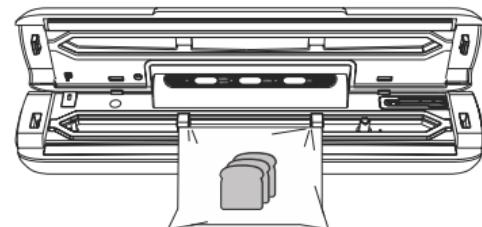
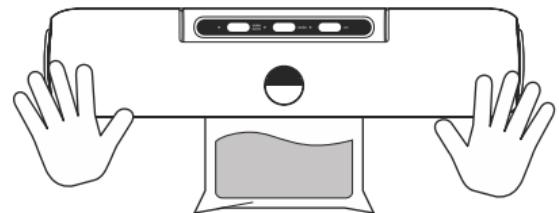

Рис. 1
Рис. 2
2. Откройте прибор, нажав на кнопки фиксатора крышки (6).
3. Поместите край будущего пакета на поверхность термоленты (8) так, чтобы пакет был вставлен в фиксаторы (9) (Рис. 1). Аккуратно закройте крышку так, чтобы сработали оба фиксатора по бокам (Рис. 2).